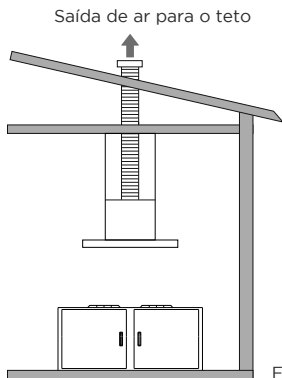

Fig. 2
2. Direcione a outra ponta do duto para a parte externa do ambiente onde o mesmo foi instalado, posicionando a saída para cima através do teto. O ar pode ser conduzido através do teto (Fig. 2).